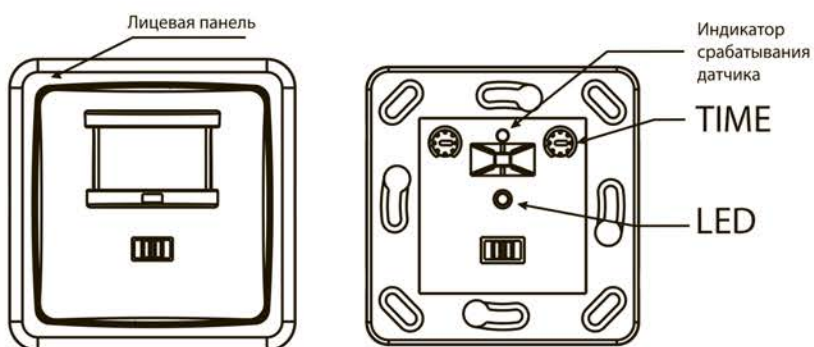

Рисунок 5
- Снимите лицевую панель с основания датчика, поддев её отвёрткой с прямым шлицем (рисунок 5).